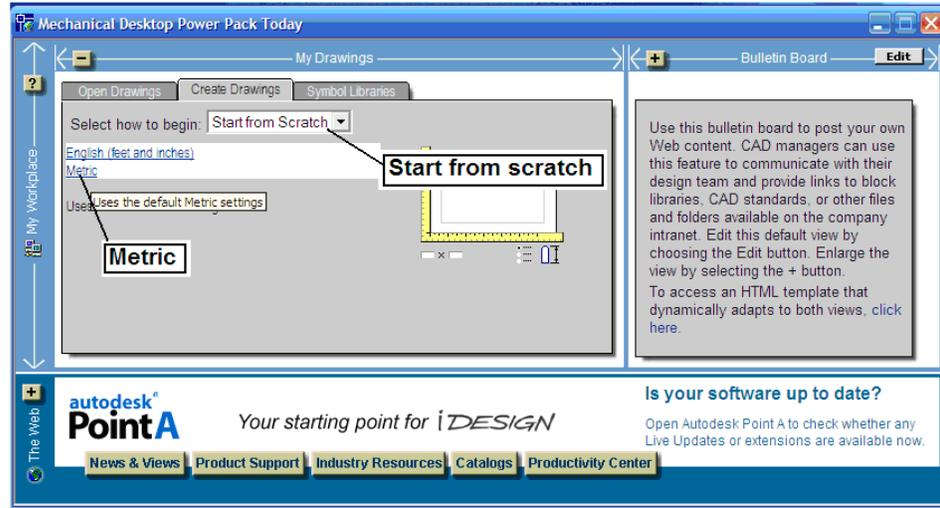

Figura 45.
1. Primero iniciamos el programa *Mechanical Desktop 6*, en el menú Inicio seleccionamos el icono *Mechanical Desktop 6*, en el cuadro de dialogo seleccionamos la pestaña *Create Drawing*, posteriormente seleccionamos la opción *Start From Scratch*, en la sección *Default Settings* seleccionamos *Metric* como las unidades de medida. Finalmente minimizamos la ventana. Como se ve en la *figura 45*.